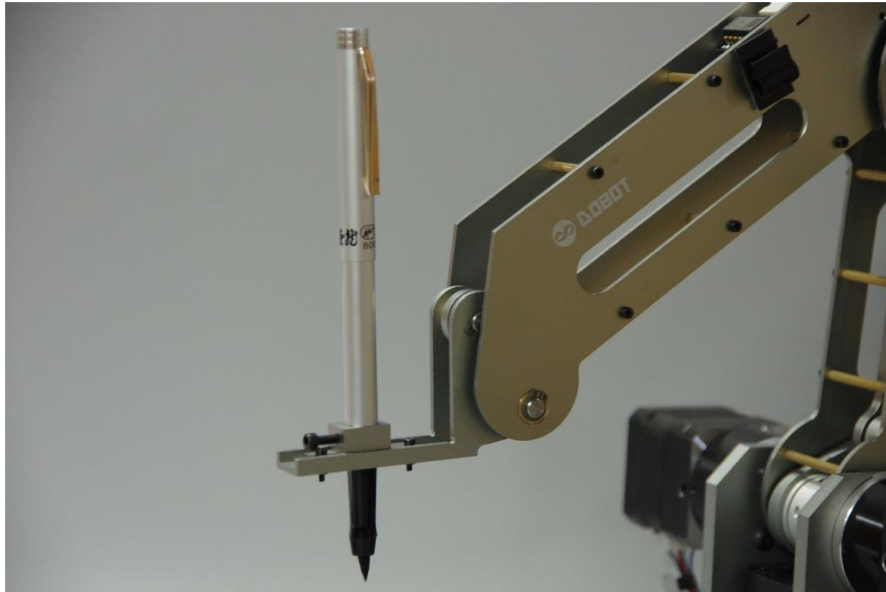

图 2.18 笔的安装效果
2. 安装方法同激光头，夹笔器从上方用 M2 的螺栓 ER 固定在机械臂末端，最后的安装效果如图 2.18 所示；